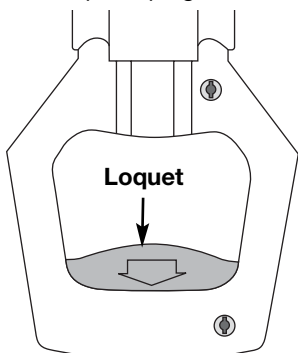

Fig. 9
1. Si la poignée d'enclenchement est en position RELEVÉE (UP) position, saisissez le loquet rouge (Fig. 9) sur la poignée d'enclenchement et pressez jusqu'à ce que le mécanisme de verrouillage intérieur soit libéré.
1. Si la poignée d'enclenchement est en position ABAISSÉE, saisissez le loquet rouge (Fig. 9) sur la poignée d'enclenchement et pressez jusqu'à ce que le mécanisme de verrouillage intérieur soit libéré.